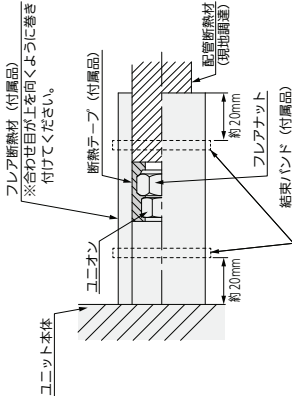

図6
- 図6に従って液管・ガス管とも、断熱してください。フレアナット部に断熱テープ(付属品)を巻き付けてください。配管接続部にはフレア断熱材(付属品)を隙間がないように巻き付け、結束バンド(付属品)で締め付けてください。結束バンドの余分な部分は切断してください。(断熱をしない場合や隙間がある場合、結露して水漏れの原因になります)